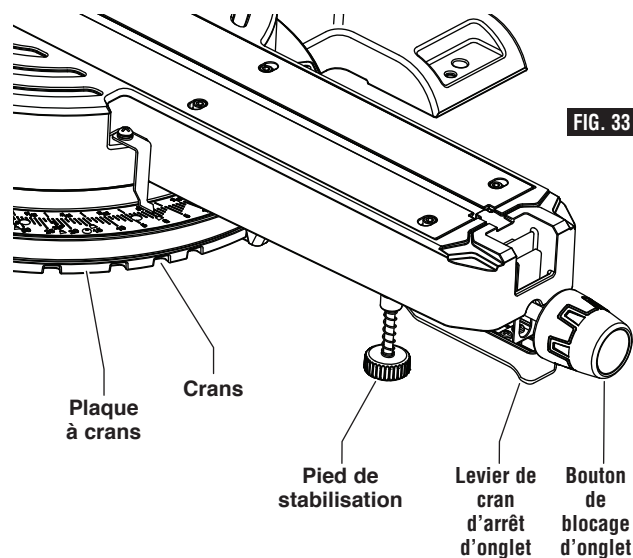

FIG. 33
1. Desserrez d'environ un demi-tour le bouton de blocage d'onglet (voir la figure 33).